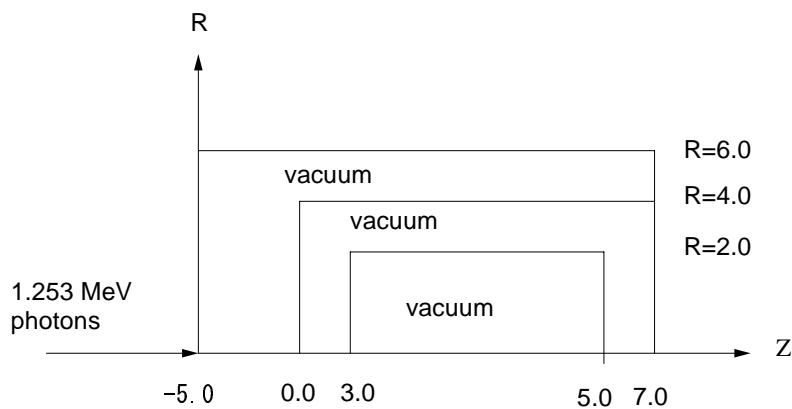

Figure 1: Geometry of `ucsource.f`
形状としては、Fig. 1 に示すように `cg` を用いた円筒形状である。各種の線源のテストを行うことを目的にしているので、物質は全て真空 (0) に設定している。単一エネルギー (1.253MeV) の光子が、Z-軸上-5cm の位置からビーム状に入力するように設定されている。